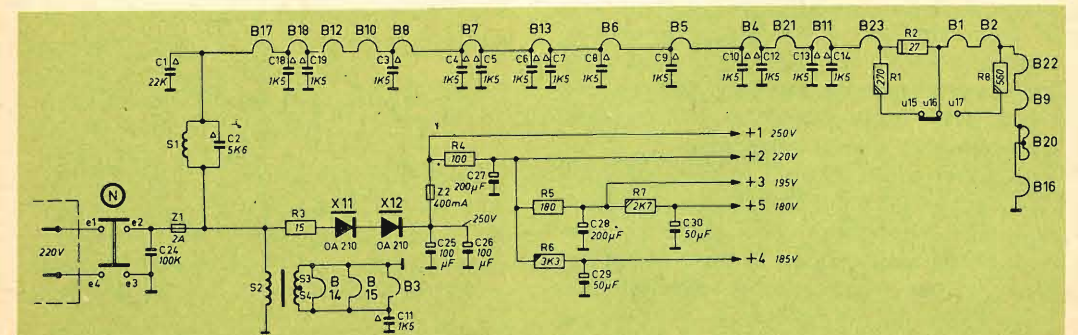

Fig. 1 - Esempio di alimentazione in serie dei filamenti delle valvole.
- Controllare che i filamenti di tutte le valvole siano accesi oppure (specialmente nel caso in cui essi siano collegati, anche in parte, in serie fra loro, come da fig. 1 e 2), se uno o più filamenti emettano una luce troppo brillante la qualcosa significa che uno o più di essi è in corto circuito.